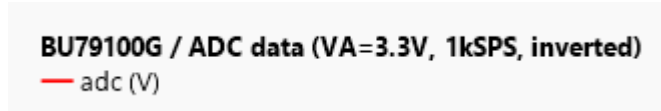

Figure 52. SI 単位 (V) の ADC データ
**注：** ADC ストリーミングの場合、「反転 (inverted)」設定は、Raw data が無効になっている場合にのみ使用できます (Figure 52)。